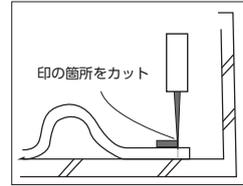

図10
- ④同様の方法で一つの壁面について2~3点印を取り、切込みます。(図10)